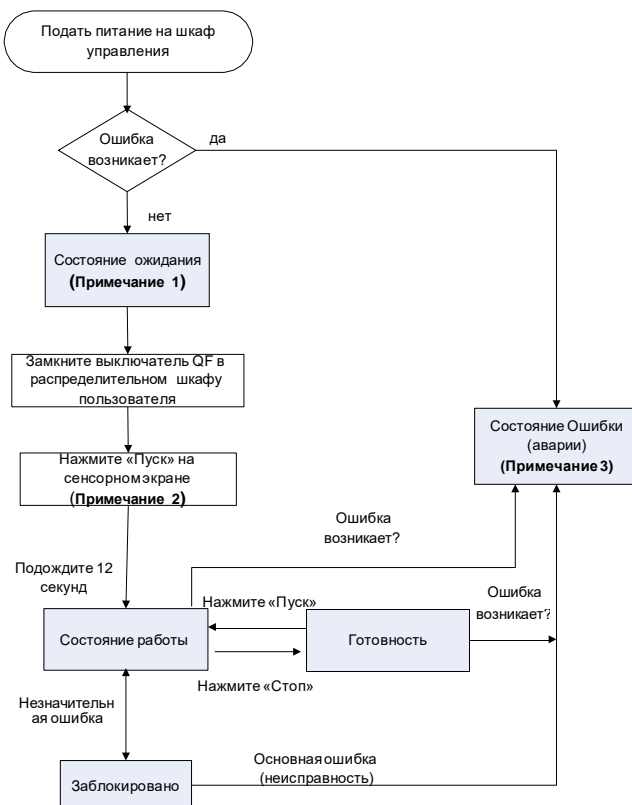

Рис.7-2Блок-схема для быстрого запуска устройства
(2) Заводская настройка режима управления KM2 в автоматическом режиме, схема быстрого запуска показана на Рис.7-2.